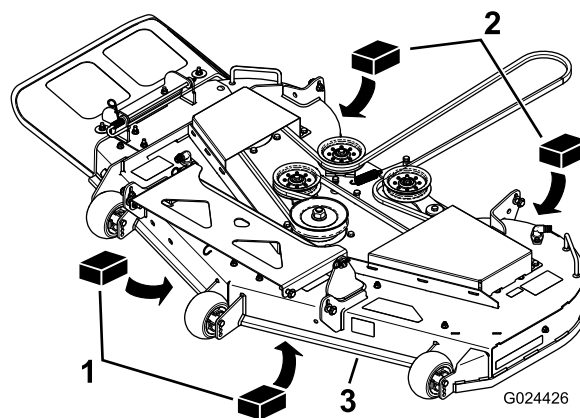

Figura 71
3. Posizionate 2 blocchi ciascuno con uno spessore di 6,6 cm sotto ciascun lato del bordo anteriore del piatto di taglio, ma non sotto le staffe del rullo antistrappo (Figura 71).
falda del piatto di taglio; 1 su ciascun lato del piatto di taglio (Figura 71).